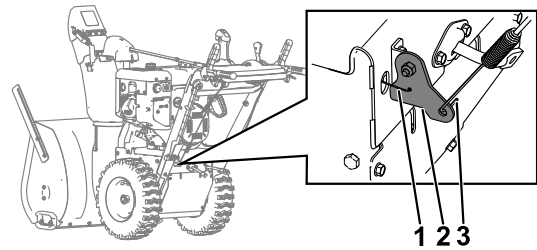

**Figure 4**
5. Montez la nouvelle plaque de commande de déplacement sur la plaque de la roue de friction à l'aide du boulon retiré précédemment (Figure 4).